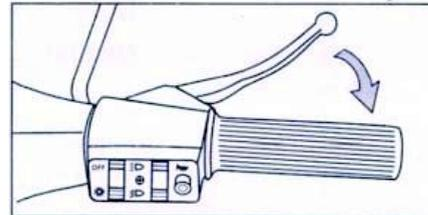

Abb. 27
5.2 **Handbremse:** Die Handbremse ist am Vorderrad wirksam. Ziehen Sie den Bremshebel in Richtung Lenker um die Bremse zu betätigen. (Abb. 27)